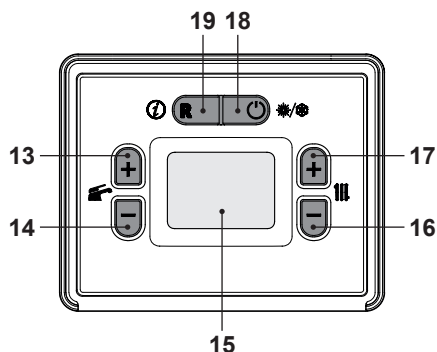

Figura 2.5
- Premere il tasto 18 fino a far apparire sul display il simbolo  Figura 2.5.
La temperatura dell'acqua calda di mandata riscaldamento è regolabile agendo sui tasti 16 (diminuzione) e 17 (aumento) (Figura 2.5) da un minimo di circa 28°C ad un massimo di circa 55°C o da un minimo di circa 50°C ad un massimo 80°C (vedere "Selezione del set temperatura riscaldamento" a pag. 43). Alla prima pressione di uno dei due tasti si ha la visualizzazione del valore di "set", alla seconda pressione si accede alla modifica.
Comunque se la temperatura ambiente non dovesse essere confortevole si può aumentare o diminuire la temperatura di mandata dell'impianto riscaldamento di $\pm 15^{\circ}\text{C}$ agendo sui tasti 16 (diminuzione) e 17 (aumento) (Figura 2.5).
La temperatura dell'acqua calda sanitaria è regolabile agendo sui tasti 13 (aumento) e 14 (diminuzione) (Figura 2.5) da un minimo di circa 35°C ad un massimo di circa 60°C . Alla prima pressione di uno dei due tasti si ha la visualizzazione del valore di "set", alla seconda pressione si accede alla modifica.